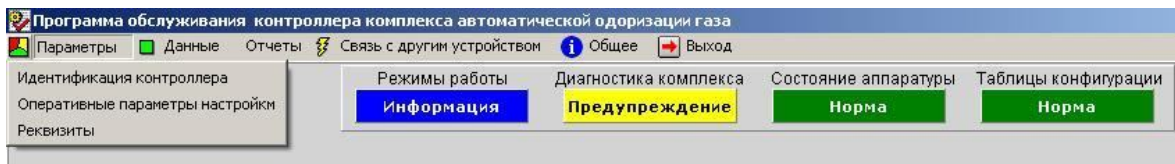

Рисунок 3
1. Пункт «Параметры» (Рисунок 3.)